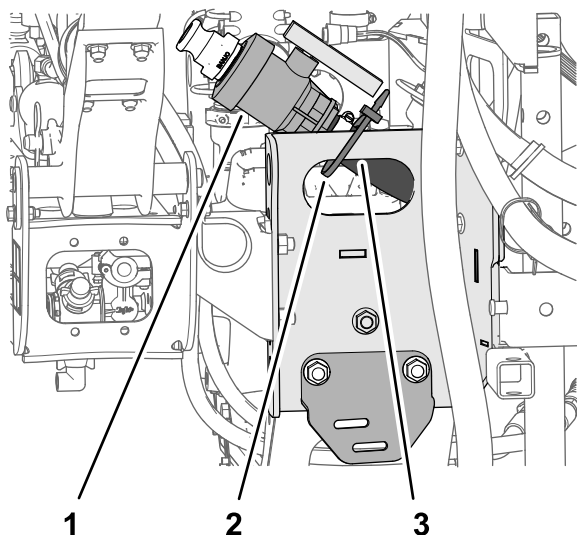

図 13
1. ドレンバルブと液剤タンク用のホースをスキッドのチャンネル部に固定しているケーブルタイを外す 図 13。